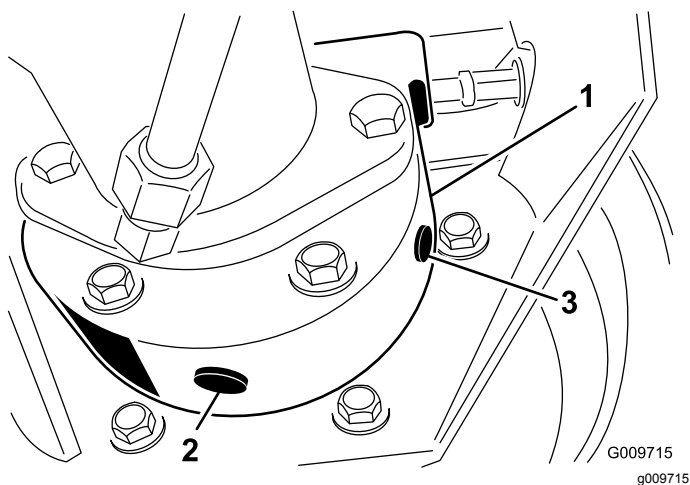

Рисунок 49
3. Подставьте поддон под корпус тормоза, снимите пробку сливного отверстия и дайте маслу стечь (Рисунок 49).